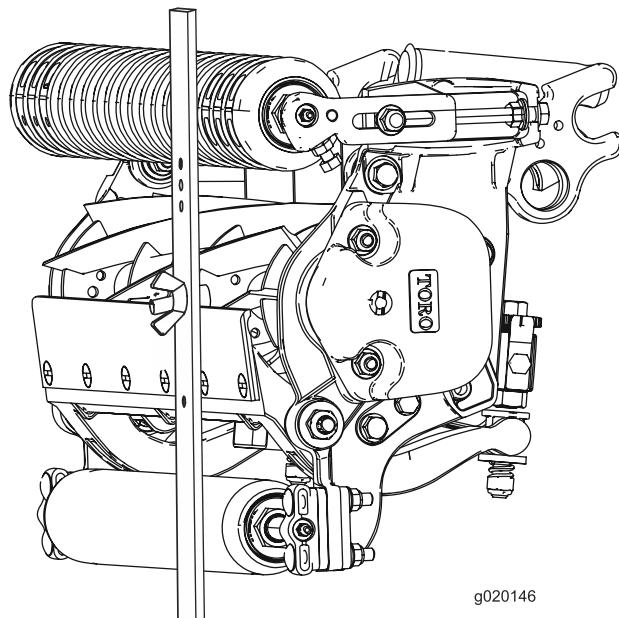

图18
3. 将螺丝头钩在底刀的刀刃上，并将调刀尺的后端放到后滚筒上（图18）。
4. 旋转调节螺丝，直到前滚筒接触到调刀尺（图18）。